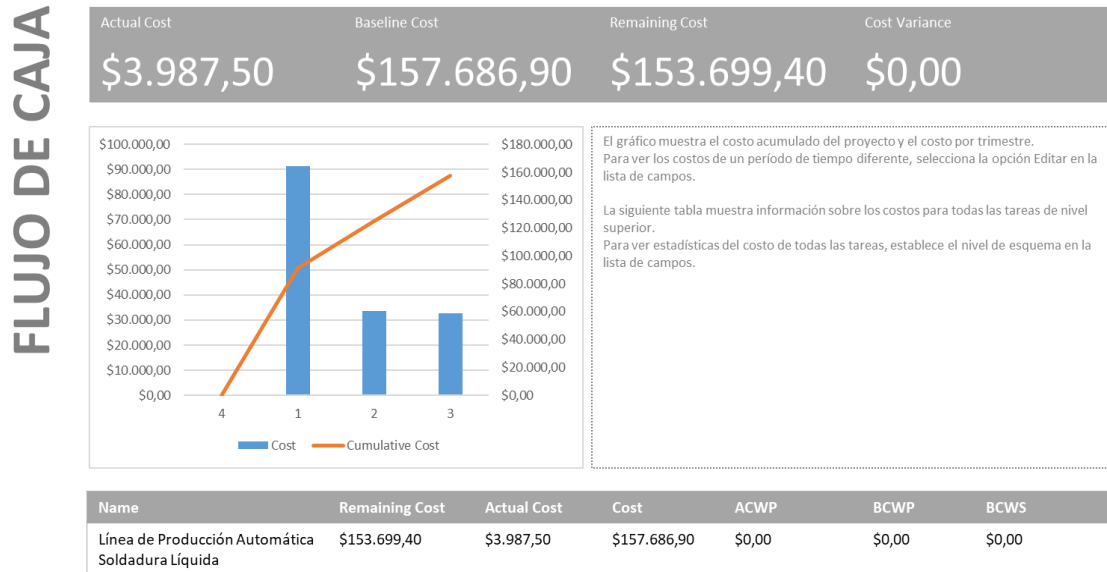

Figura 24. Vista del informe de primera curva S costos flujo de caja.
- **Informe de Primera Curva S Costos Flujo de Caja:** La Figura 24 muestra el informe de curva S con la simulación de avance en ejecución del proyecto.